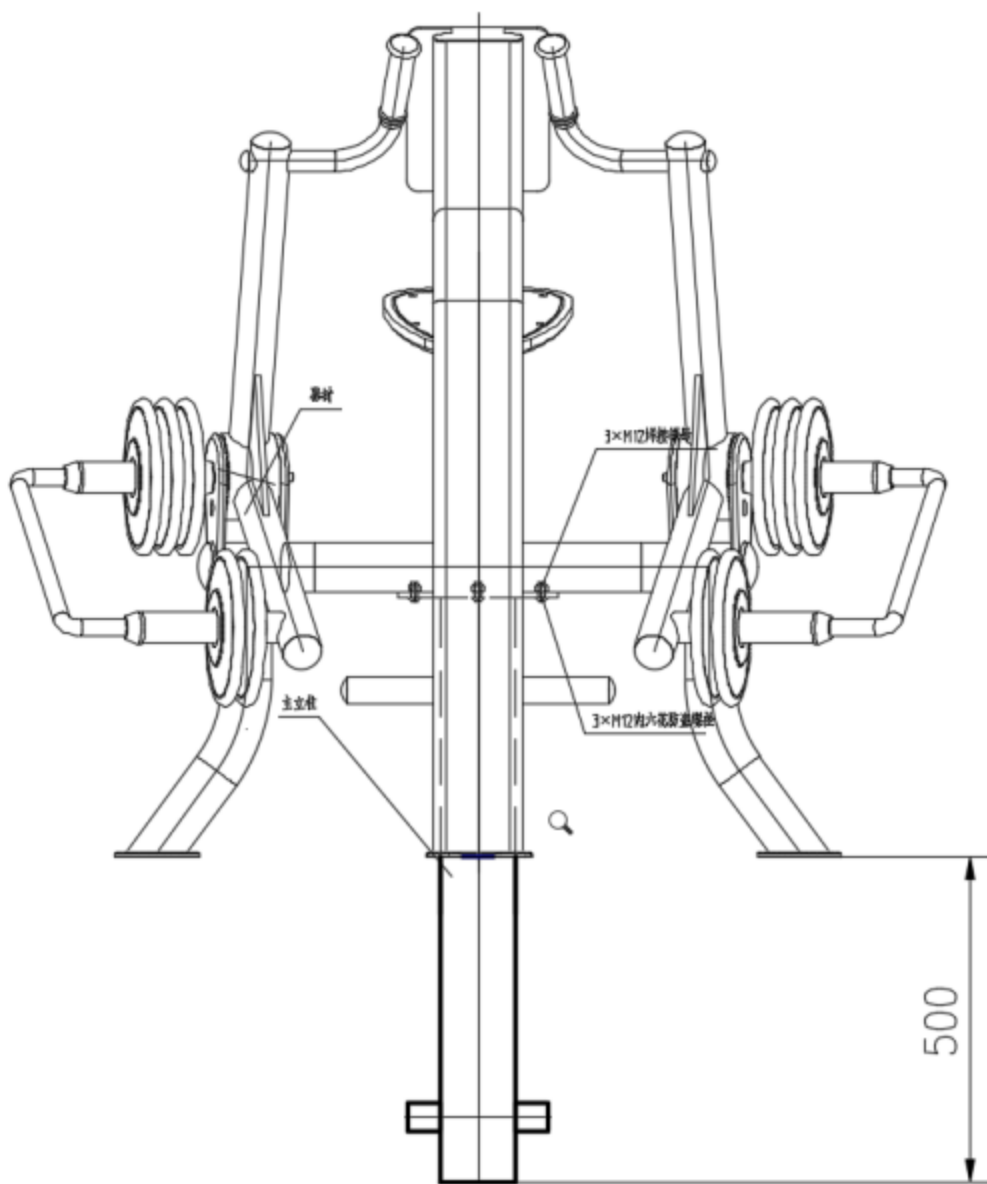

图6
7) 器材与主立柱同过三个M12×30的不锈钢内六花防盗螺栓进行连接(如图6所示)。